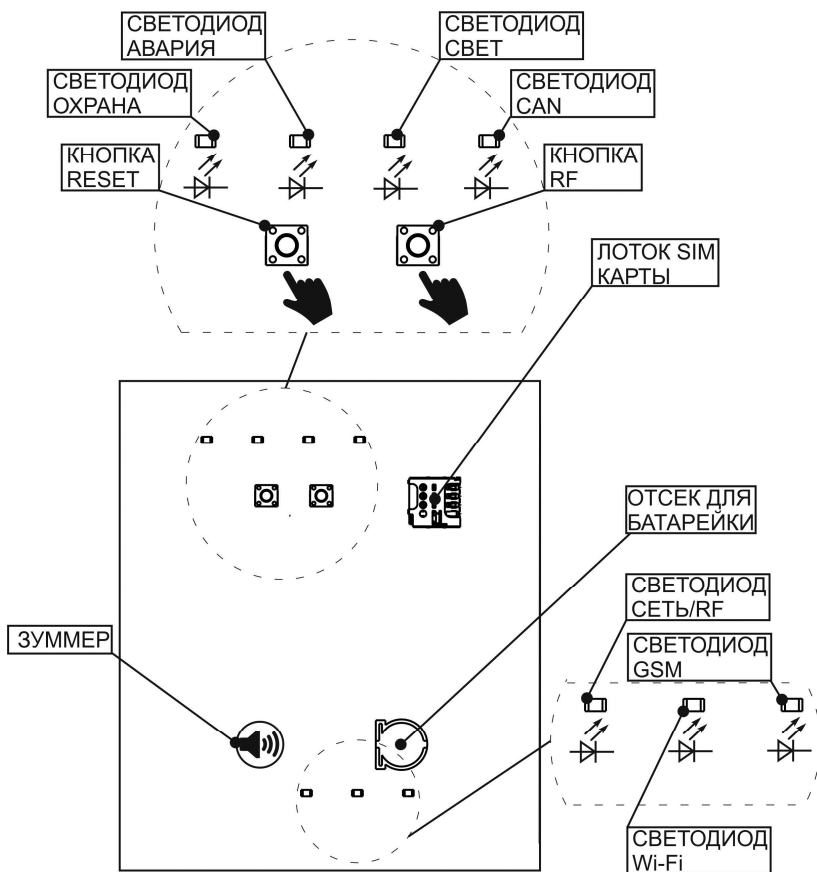

Рисунок 2 Органы управления и индикации на печатной плате
- вставьте SIM-карту в лоток (см. рис. 2);